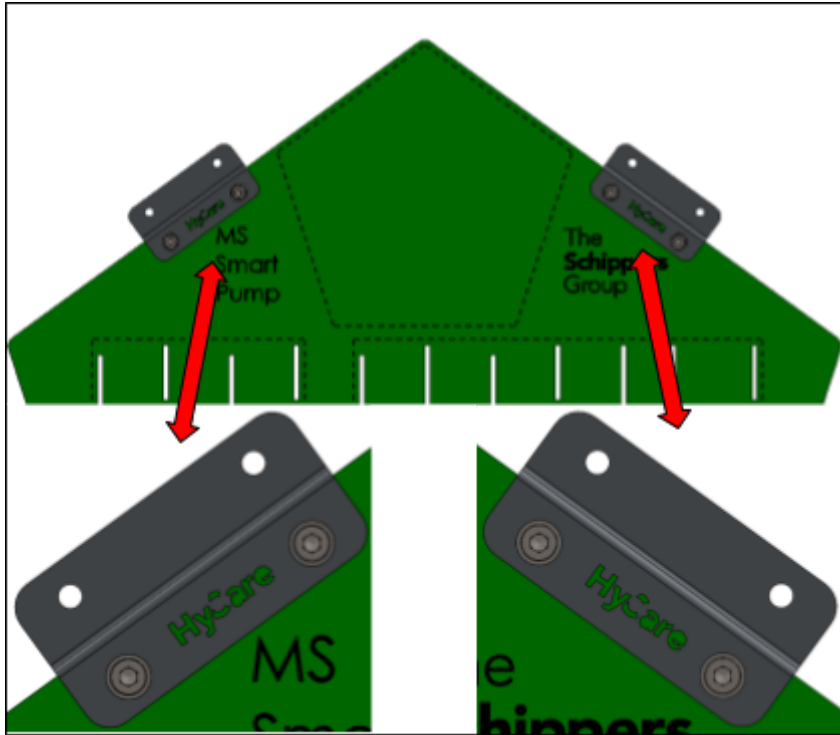

Figure 24.
- o Utilisez la figure 24 comme référence et marquez les quatre trous pour les points de fixation supérieurs de la paroi.